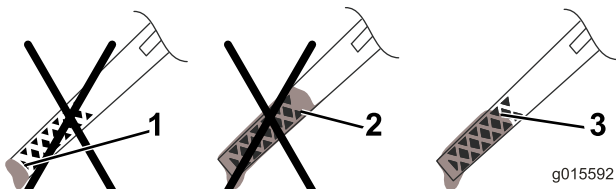

Bild 30
13. Nehmen Sie den Peilstab heraus und lesen Sie den Ölstand ab (Bild 30).